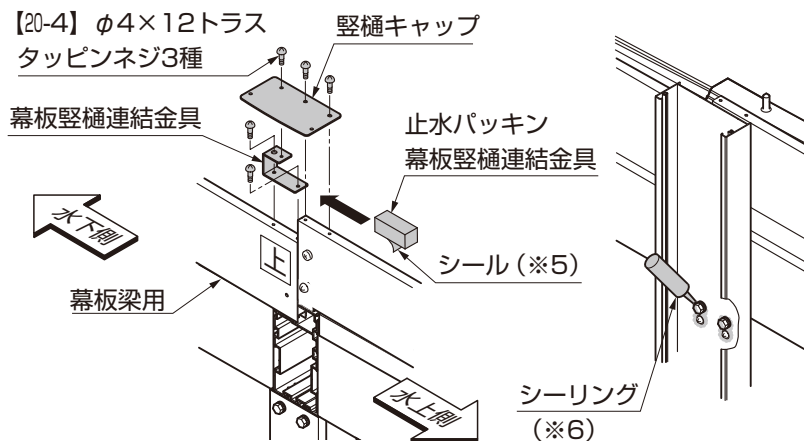

図18-16 縦樋キャップの取付け
- ⑤ 縦樋キャップに【20-4】で縦樋を取付けてください。(図18-16参照)
- ⑥ 中間部の水下側の幕板梁用に、幕板縦樋連結金具を【20-4】で取付けてください。(図18-16参照)
- ⑦ 幕板縦樋連結金具に、止水パッキン横樋梁用の下面のシールをはがして(※5)貼付けてください。(図18-16参照)
- ⑧ 主柱、中間主柱と縦樋を【20-3】で取付けてください。
- ⑨ 縦樋内部の横樋桁用の差込み部分、主柱取付け上部のネジ部にシーリングをしてください。(※6)